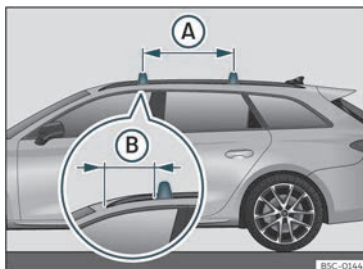

Fig. 125 Points de fixation des barres longitudinales pour la galerie porte-bagages du toit.
Les barres transversales se montent sur les barres latérales du toit » fig. 125 . La distance entre les barres transversales (A) devra être d'environ 75 cm et la distance entre la barre transversale avant et le support avant de la barre latérale du toit (B) devra être égale à 30 cm.